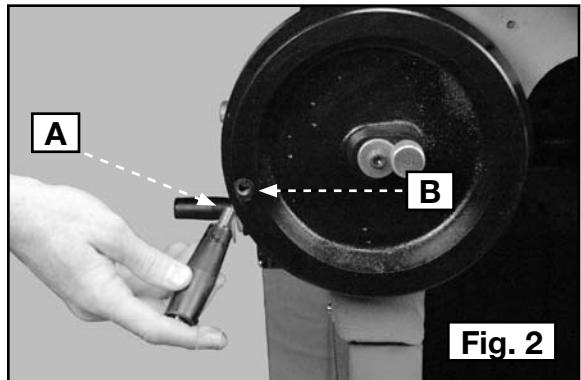

Fig. 2
Inserte el extremo roscado del mango (A) Fig. 2 en el orificio roscado del volante de elevación (B) y ajústelo bien girándolo en el sentido de las agujas del reloj.